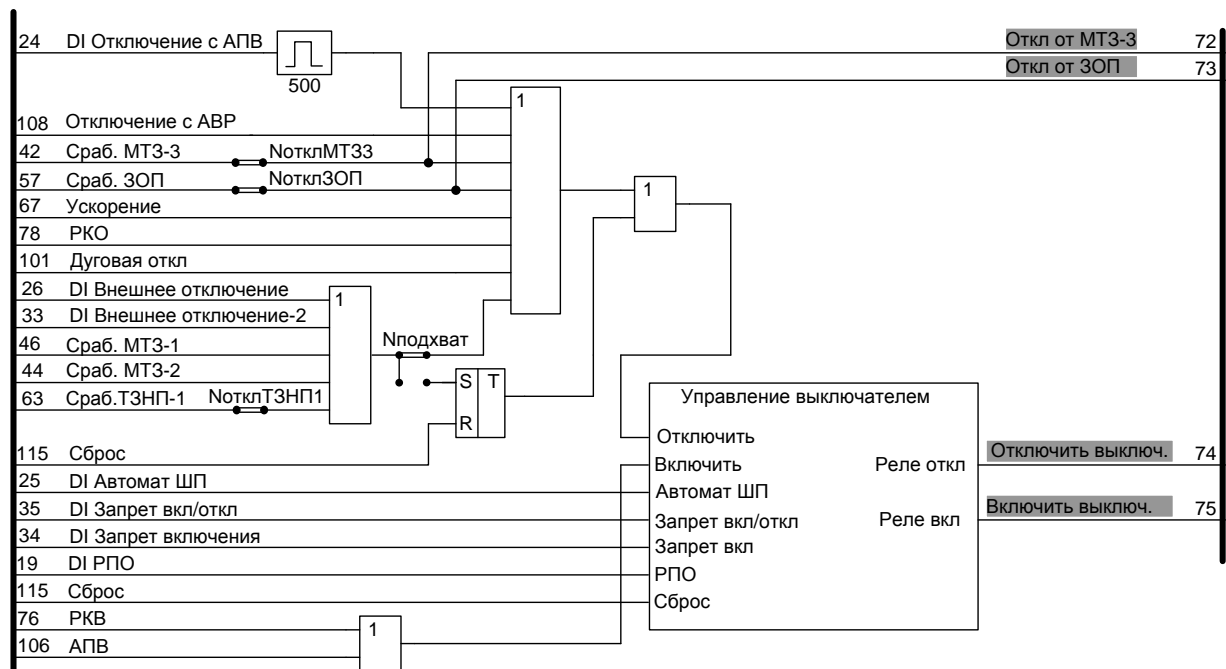

Рисунок 30 – Управление выключателем
2.16.1.1 Схема управления выключателем формирует сигналы управления выходными реле терминала, действующими на включение и отключение выключателя. Схема выполнена с использованием функционального блока управления выключателем (рисунок 30). Выходные сигналы функционального блока управления выключателем «Реле откл» и «Реле вкл» в соответствии с функциональной схемой терминала действуют на выходные реле управления выключателем.